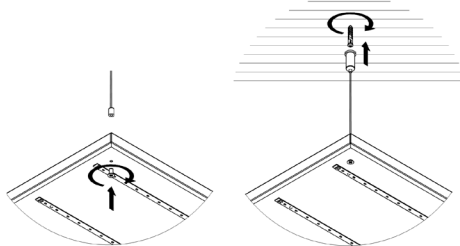

Рисунок 11 — Подвесной монтаж.
5.5.2. Установите на светильнике тросовые подвесы. Рекомендуется использовать комплект подвесного монтажа Geniled. Для монтажа светильника серии Office Comfort, необходимо 2 комплекта. См. рисунок 11.